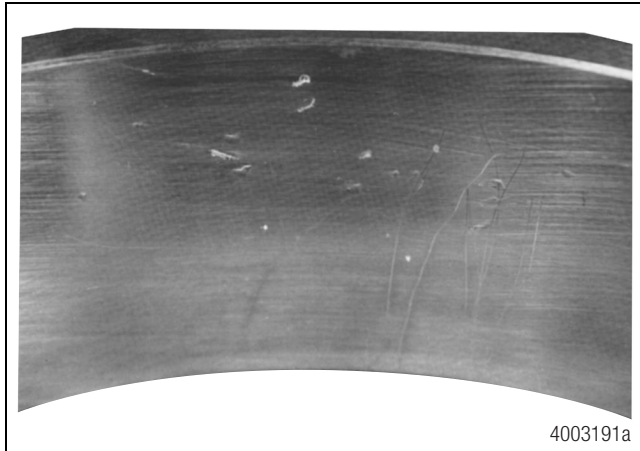

Figura 4.18
- J. Las pistas de rodadura o los rodillos presentan rayaduras o pequeñas deformaciones. Figura 4.17 y Figura 4.18.